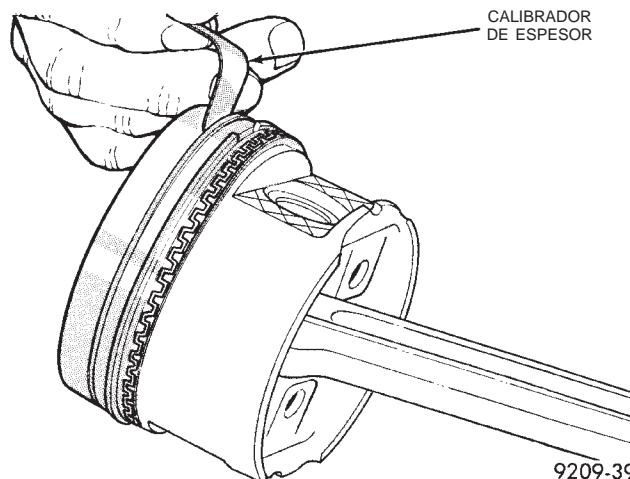

Fig. 6 Luz lateral de aro de pistón
(2) Verifique la luz lateral entre el aro de pistón y la acanaladura (Fig. 6). Consulte las especificaciones en la Tabla de especificaciones de los aros de pistón.